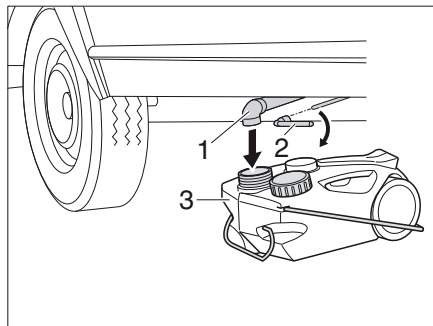

Fig. 148 Réservoir d'eaux usées sous plancher
- Mettre le réservoir d'eaux usées mobile (Fig. 148,3) sous la tuyauterie d'évacuation (Fig. 148,1).
- Insérer la clé à pipe (Fig. 148,2) dans la vis à quatre pans.